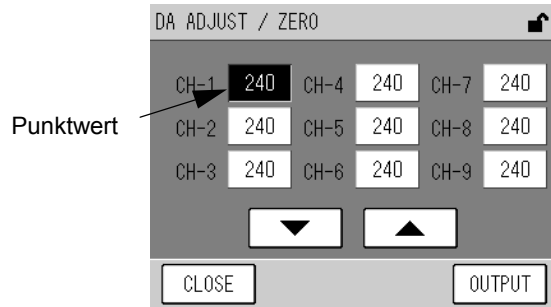

Fig. 56 DA ADJUST/ ZERO Fenster
- [ZERO]: Öffnet das Fenster DA ADJUST/ ZERO für die Null-Kalibrierung des analogen Ausgangs (Fig. 56 auf Seite 44).